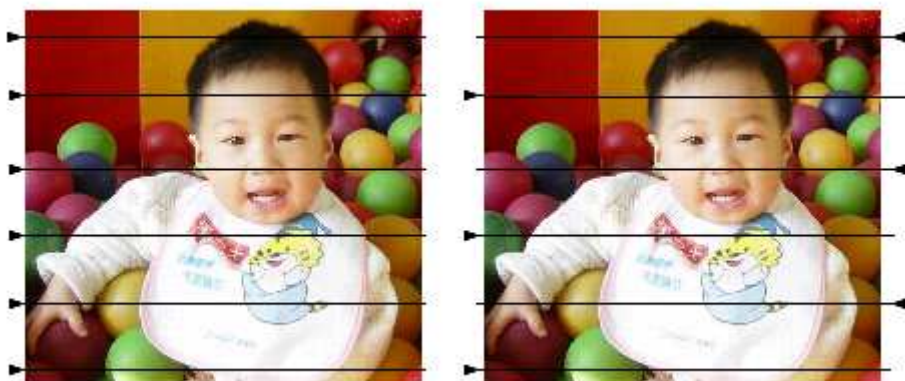

Рис. 4-57. Слева – одностороннее сканирование, справа – двунаправленное.
**Двунаправленное сканирование:** в этом режиме сканирование производится в двух направлениях в ходе процесса маркировки (Рис. 4-57).